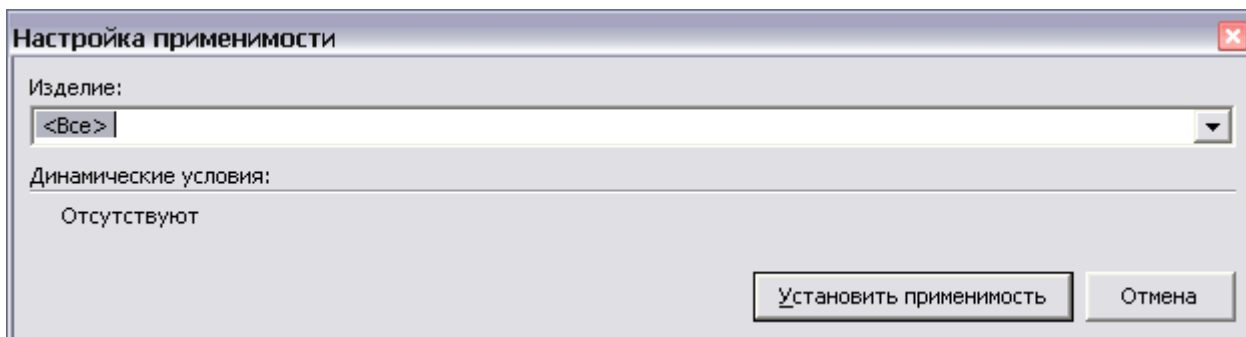

Рис. 22.112
1. Нажмите на кнопку **Изменить применяемость** Применимость: Все . При этом появится окно **Настройка применяемости** (Рис. 22.112).